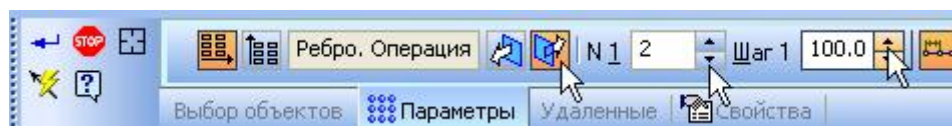

Рисунок 17.
- На Панели свойств включите кнопку Обратное направление  (рис.17).